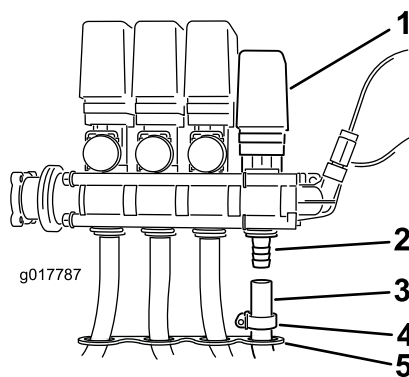

Figura 13
8. Inserite il flessibile nel foro aperto del cablaggio del flessibile sulla staffa di montaggio delle valvole e dirigetelo verso l'alto fino al raccordo libero della valvola dell'avvolgitubo montata in precedenza (Figura 13).